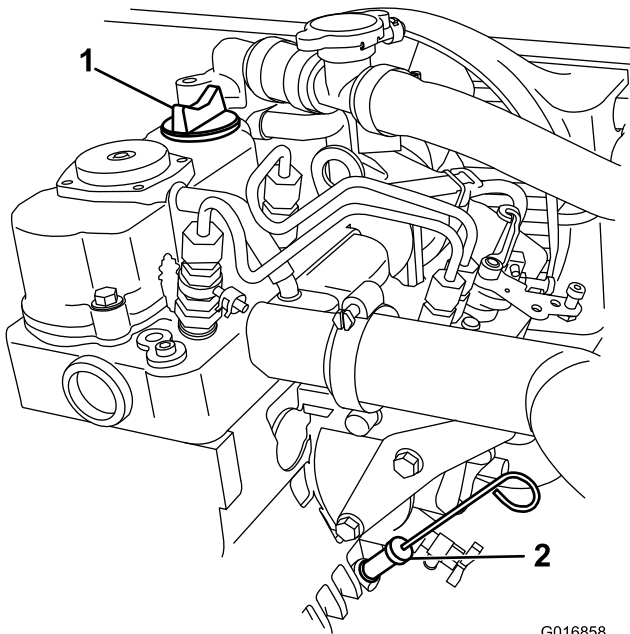

Figure 31
5. Avec un chiffon, nettoyez la surface autour de la jauge d'huile (Figure 31) pour éviter de faire tomber des impuretés dans le tube de la jauge ou le goulot de remplissage et d'endommager le moteur.
7. Insérez la jauge tout au fond du tube (Figure 31).
9. Réinsérez la jauge d'huile au fond du tube de remplissage (Figure 31).